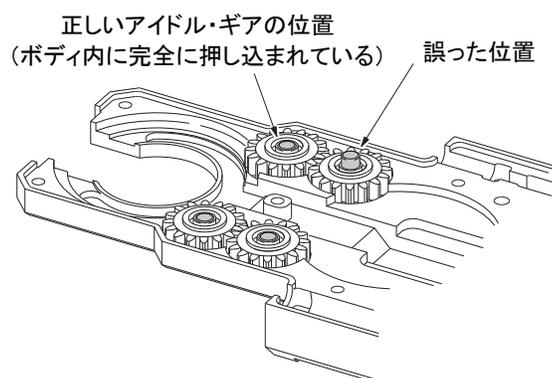

図 34: マイクロ・ウェルド・ヘッド・ハウジング内の正しいアイドル・ギアの位置
11. マイクロ・ウェルド・ヘッド・ハウジングにアイドル・ギアを元通りに取り付けます。その際に、アイドル・ギアの回転軸がボディ内に押し込まれていることを確認します(図 34)。